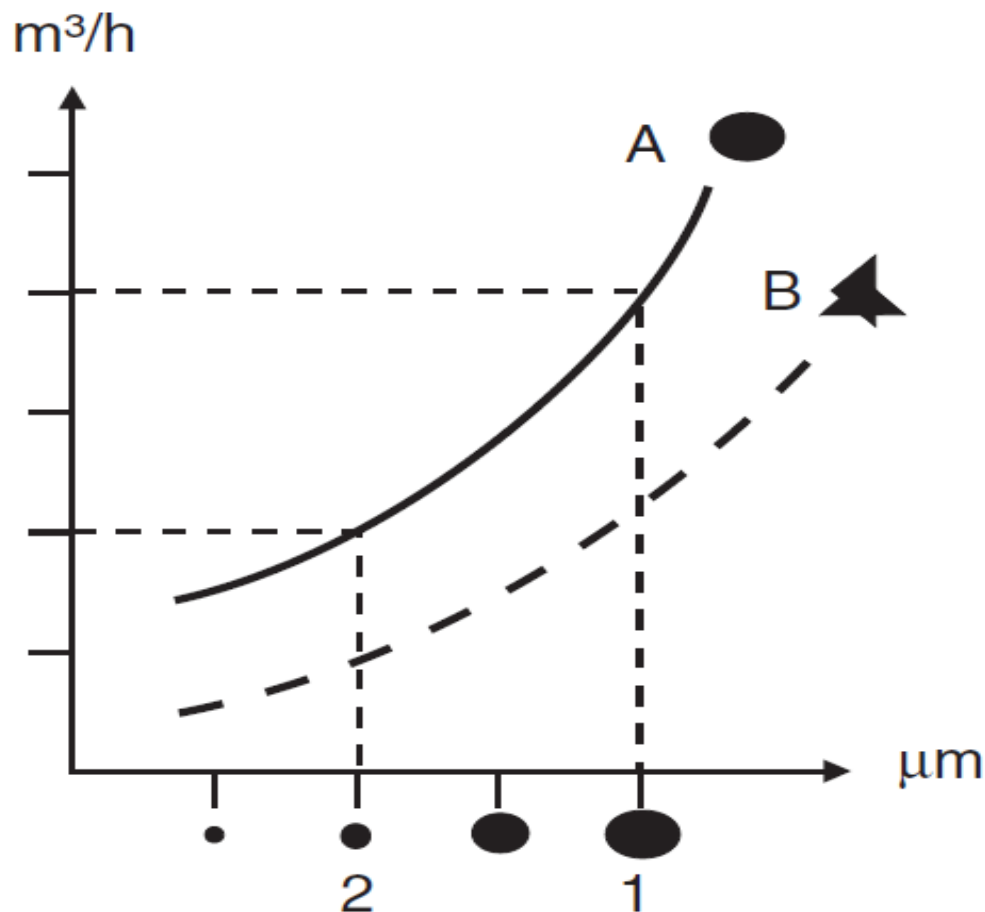

Рис. 2.3. Влияние размера и формы частиц загрязнения на скорость сепарации
Размер и форма загрязнений также влияют на скорость сепарации. Это демонстрируют экспериментальные графики рис. 2.3.. Логически понятно, что круглые и гладкие частицы (A) отделяются легче, чем неровные (B). Грубая обработка, например, в насосах, может привести к раскалыванию частиц, что приведет к замедлению процесса отделения. Крупные частицы (1) отделяются легче, чем мелкие (2), даже если они имеют одинаковую плотность.